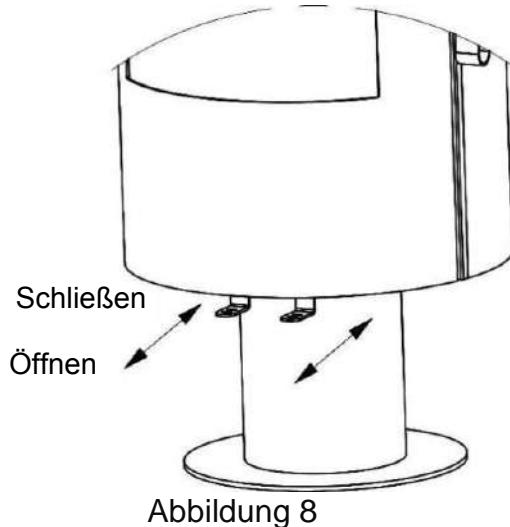

Abbildung 8
- 3) Wenn das Holz nach etwa 2 Minuten vollständig entzündet ist, regulieren Sie die Luftzufuhr nach Bedarf, wie in Abbildung 8 gezeigt: